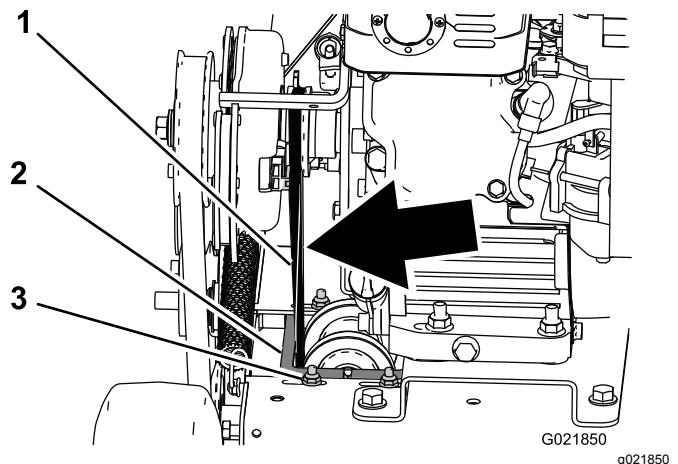

Figura 26
- Compruebe la tensión de la correa. No debe flexionarse más de 6 mm (¼") cuando se aplica una presión moderada con los dedos al tramo situado justo por encima del bastidor de la máquina (Figura 26).
- Para apretar la correa, afloje los 4 pernos y tuercas de montaje que sujetan el soporte de las poleas al bastidor, mueva el soporte a la izquierda, apretando la correa, y luego apriete los 4 pernos y tuercas de montaje (Figura 26).